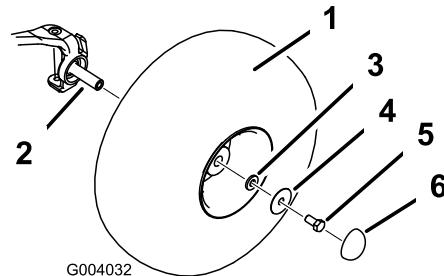

図4
4. 取り外したネジ類を使ってホイールを取り付け(図4)、183-224 Nm (18.6~22.8 kg.m)にトルク締めする。